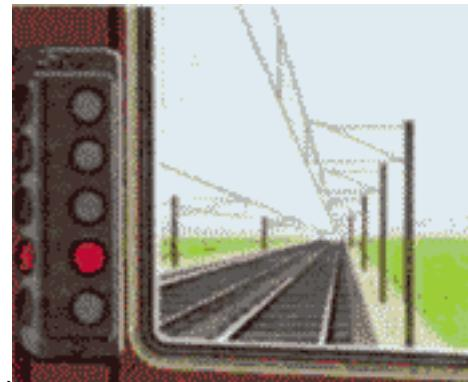

Рис. 4
4) красный огонь - загорается в случае проезда путевого светофора с красным огнем (рис. 4)